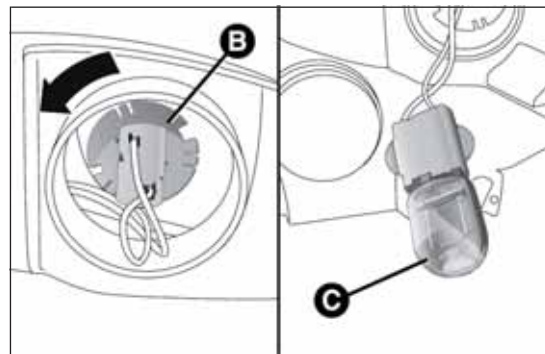

fig. 171
- ☐ girar hacia la izquierda el portalámparas B fig. 171, extraer la lámpara C y sustituirla;